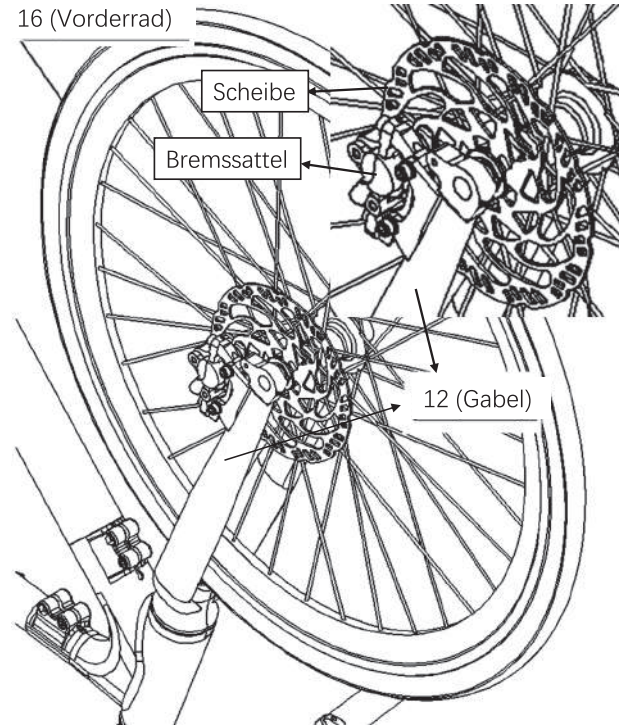

Abb. 44-3.
c. Setzen Sie Teil 16 vorsichtig in Teil 12 ein und achten Sie dabei darauf, die Scheibe vorsichtig zwischen die Bremssättel zu schieben, wie in Abb. 44-3 gezeigt.